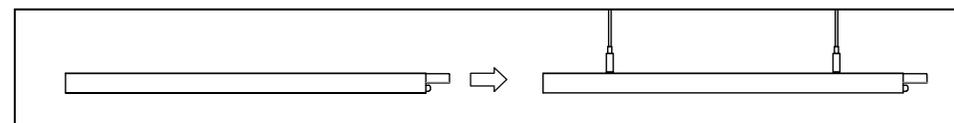
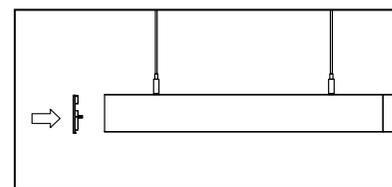

Рис. 3
Рис. 4
- Осветительные приборы оснащены сквозной проводкой для подключения в линию. После соединения двух осветительных приборов в линию необходимо закрепить соединитель двумя винтами (рис. 3). Внимание! Необходимо убедиться, что установлены торцевые заглушки (рис. 4) в начале и в конце магистральной линии (на последнем светильнике в линии необходимо снять соединитель).